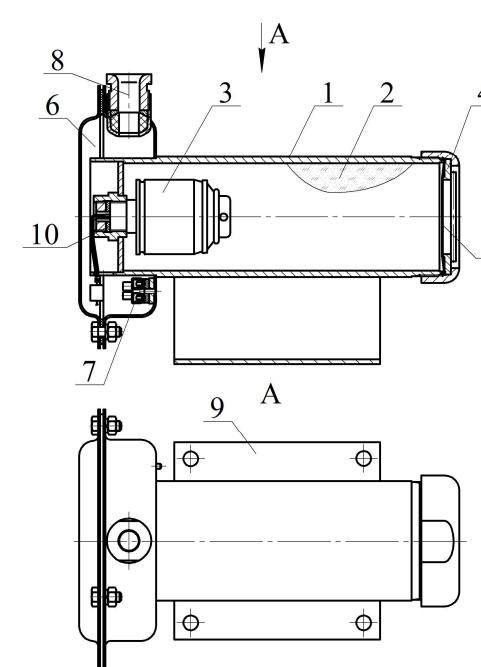

Рисунок 1
4.1.1 МПП (см. рисунок 1) состоит из корпуса 1, в котором размещаются огнетушащий порошок (ОП) 2 и источник холодного газа (ИХГ) 3. В передней части корпуса находится насадок-распылитель 4, выходное отверстие которого перекрыто мембраной 5.
- ИХГ-0,65(М)-04 СИАВ 066614.025.000 ТУ (поз. 3 рисунок 1) – 1 шт.;
- резиновая прокладка черт. СИАВ 634233.006.023-01 (поз. 10 рисунок 1) – 1 шт.;
- огнетушащий порошок ИСТО-1 ТУ 2149-001-54572789-00 (поз. 2 рисунок 1) - 0,5 кг;
- мембрана черт. СИАВ 634233.007.005 (поз. 6 рисунок 1)- 1 шт.